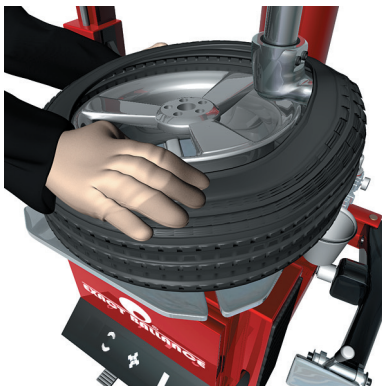

Рисунок 6 – Установка шины на обод
4. Установите шину так, чтобы её закраина прошла ниже носика головки и выше края (хвоста) ее задней части (рис. 6). Противоположную сторону закраины вдавите в углубление обода.